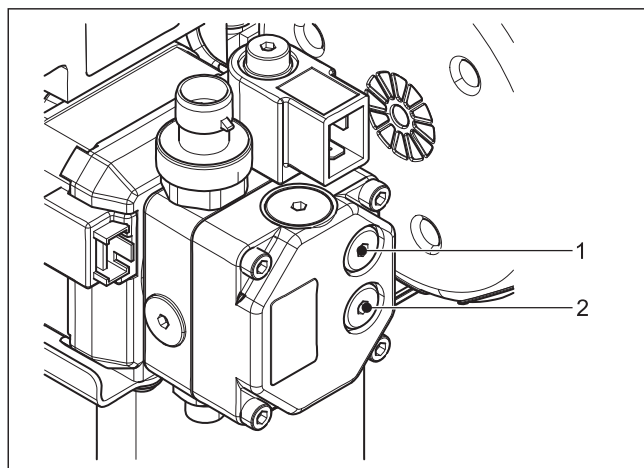

Bild 5-2 Ölpumpe
Tab. 5-2 Legende zu Bild 5-2
- 1 Vakuummeter an die Ölpumpe anschließen (Vakuummeteranschluss, Bild 5-2, Pos. 2)